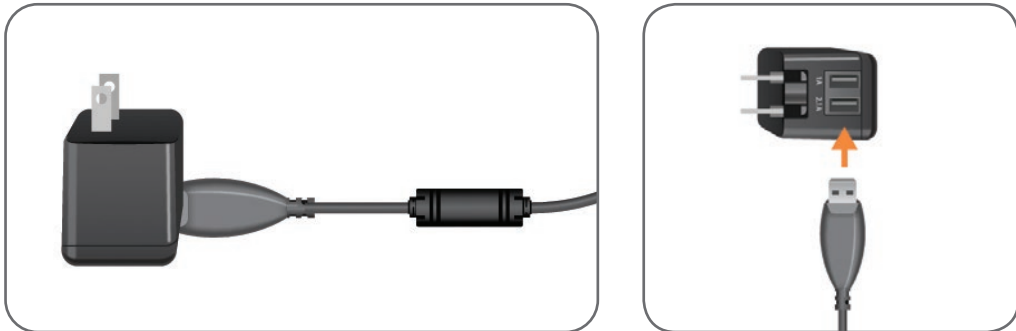

Figura 6-1: Introducerea cablului de alimentare USB în adaptorul de alimentare de la c.a.
2. Introduceți capătul USB al cablului de încărcare magnetic în oricare dintre cele două porturi USB disponibile ale adaptorului de alimentare de la c.a. Consultați Figura 6-1.